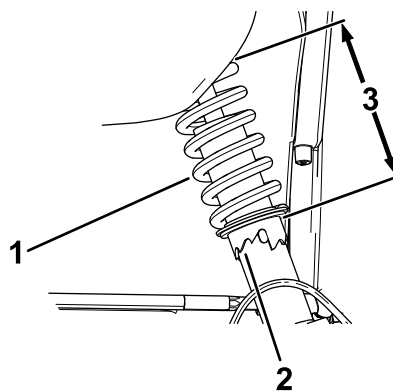

Figure 50
2. Si le carrossage des roues n'est pas correct, utilisez la clé à ergots pour tourner le collet sur l'amortisseur et orienter la roue correctement (Figure 50).